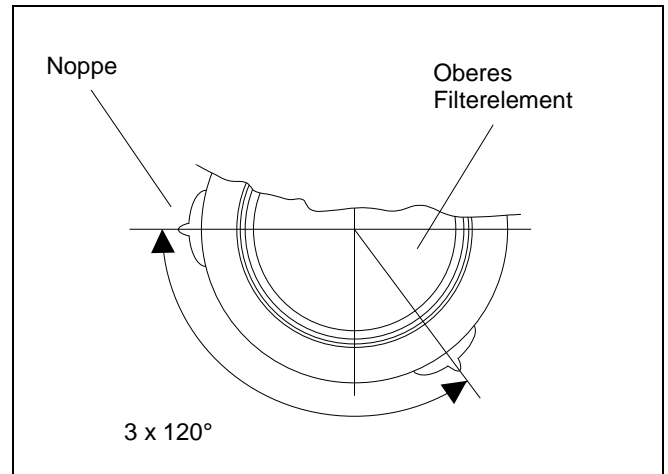

Abb. 10: Draufsicht Filterelement
- Dichtung (12) auf Filterplatte (13) kleben.
- Montierte AE (14) durch die Filterplatte (13) schieben.
- Dreipunkthalterung der montierten AE (14) auf Filterplatte (13) verschrauben (siehe Filterplatte vorbereiten).
- Oberes Filterelement (15) über die Rotationsluftdüse der montierten AE (14) bis an die Filterplatte mit Zentrierring (17) schieben.
- Filterelement (15) drehen bis die 3 Noppen (siehe Abbildung 10) an den 3 Haltebolzen (21) anstehen.
- Unteres Filterelement (15) mit Doppel-Zentrierring (18) über die Rotationsluftdüse der montierten AE (14) bis an das obere Filterelement schieben.
- Lose Endscheibe (16) mit Sechskantgewindemuffe (19) am Gewindebolzen (20) der Achse bis zur Filterplatte verschrauben.